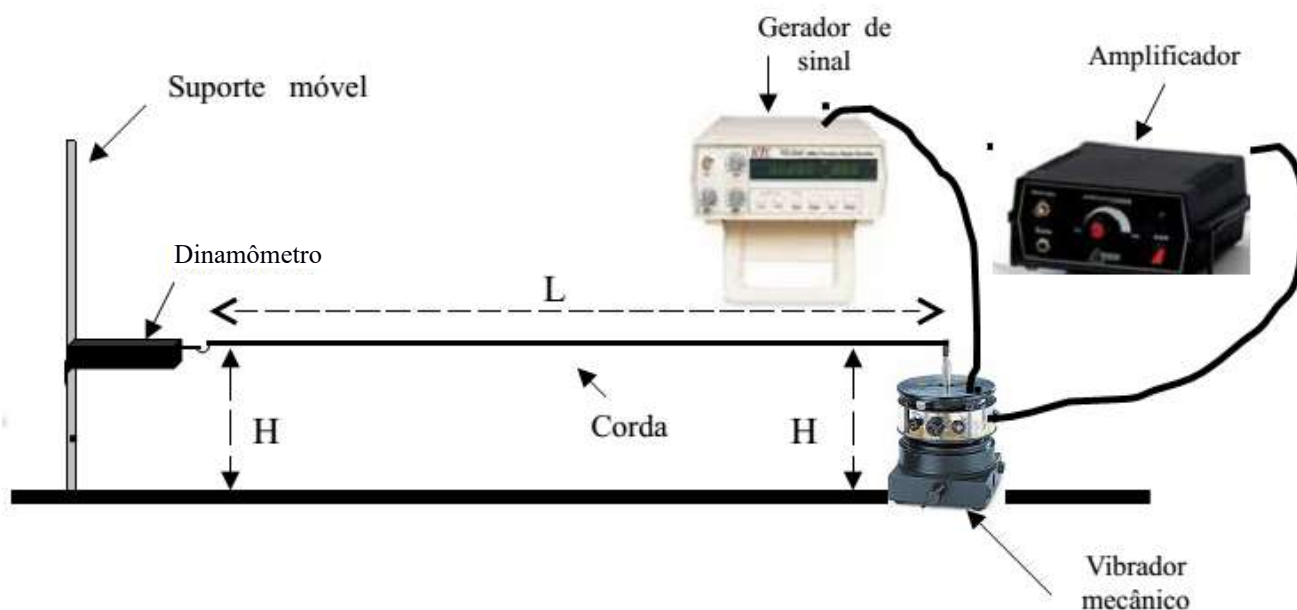

Figura 2: Esquema experimental utilizado na prática.
2) Fixe uma das extremidades livres da corda ao vibrador mecânico e a outra extremidade ao dinamômetro, tomando o cuidado para manter a corda sempre na horizontal como indicado na Figura 2. OBS: Com auxílio de uma trena meça o valor de L e mantenha o mesmo valor H em ambas as extremidades , como ilustrado na figura abaixo: